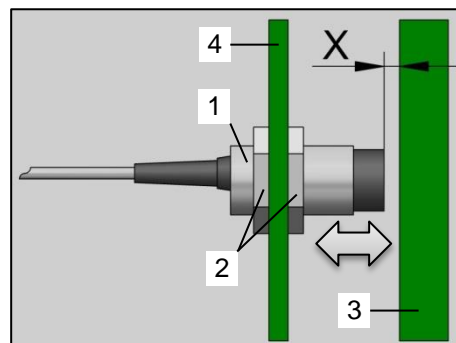

Bild 38: Öffner & Schließer
- Verfahren Sie das Stellteil mit dem Signalgeber (Bild 38 / Pos.3) so, dass eine Überdeckung mit dem Sensor (Bild 38 / Pos.1) stattfindet.
- Lösen Sie die beiden Muttern (Bild 38 / Pos.2) am Sensor (Bild 38 / Pos.1).
- Verdrehen Sie die beiden Muttern (Bild 38 / Pos.2), bis das Abstandsmaß X zwischen Sensor und Signalgeber erreicht ist.
- Ziehen Sie die beiden Muttern (Bild 38 / Pos.2) unter Berücksichtigung des maximalen Anzugsmoments wieder an.